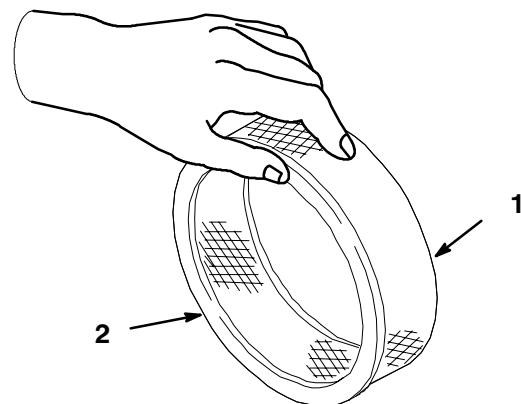

Abbildung 19
- A. Den Papiereinsatz leicht auf eine flache Unterlage klopfen, um Staub und Schmutz zu beseitigen (Abb. 19).